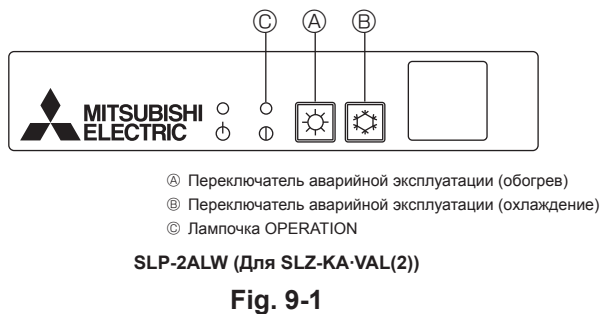

Fig. 9-1
9.2.1. Для беспроводного пульта дистанционного управления (Fig. 9-1)